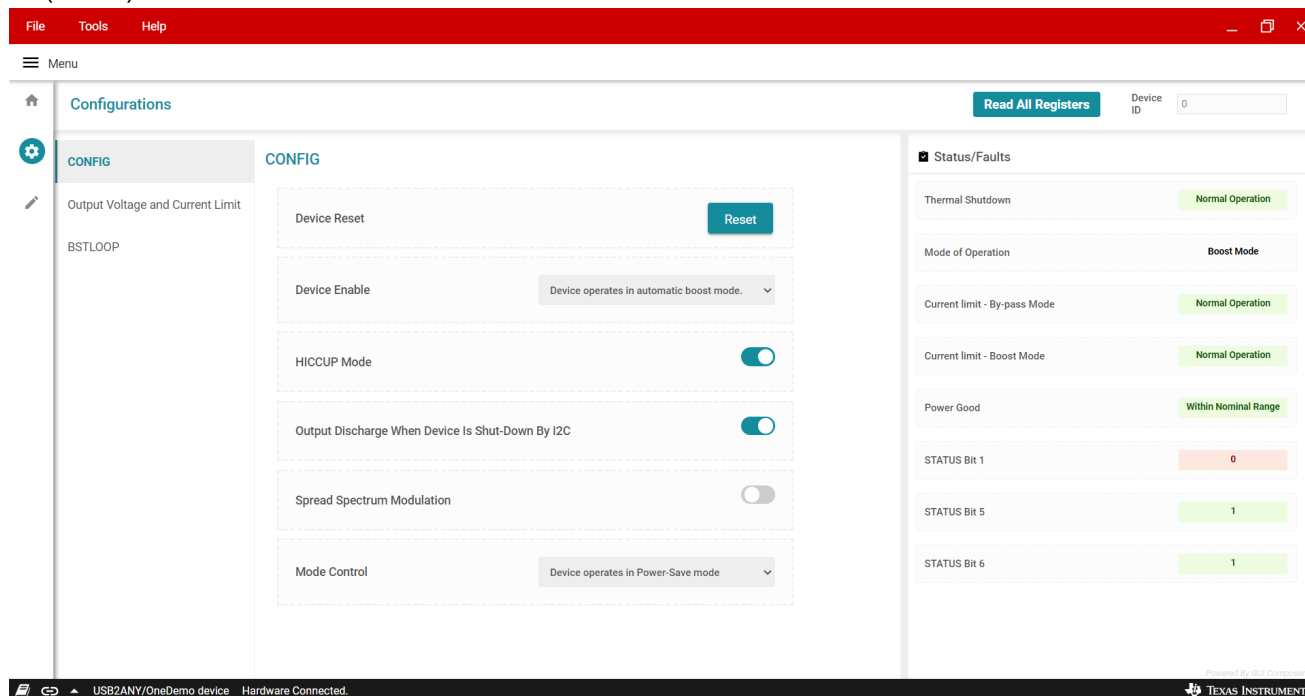

図 3-3. TPS61290EVM の GUI ユーザー インターフェイス
4. 「Start」(開始) ボタンを選択します。このボタンで、TPS61290EVM の GUI ユーザー インターフェイスを表示します (図 3-3)。